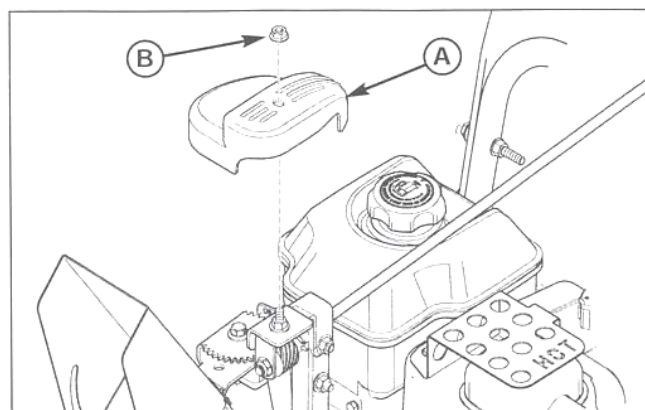

Рис. 30. Снятие крышки вращающего механизма
8. Снимите фланцевую контргайку 5/16 (В, рис. 30), фиксирующую крышку вращающего механизма (А).